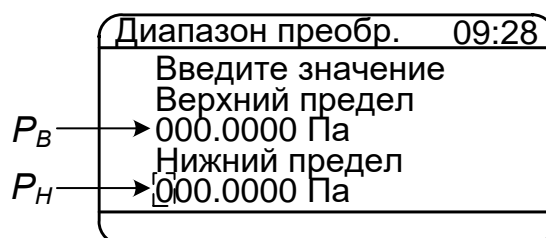

**Рисунок 2.9**
2.6.5.3.2 Выбор пункта «Единица давления» и нажатие кнопки «» вызывает на дисплей прибора диалоговое окно *Единица давления* (см. рисунок 2.9), в котором пользователю предлагается выбрать значение параметра.